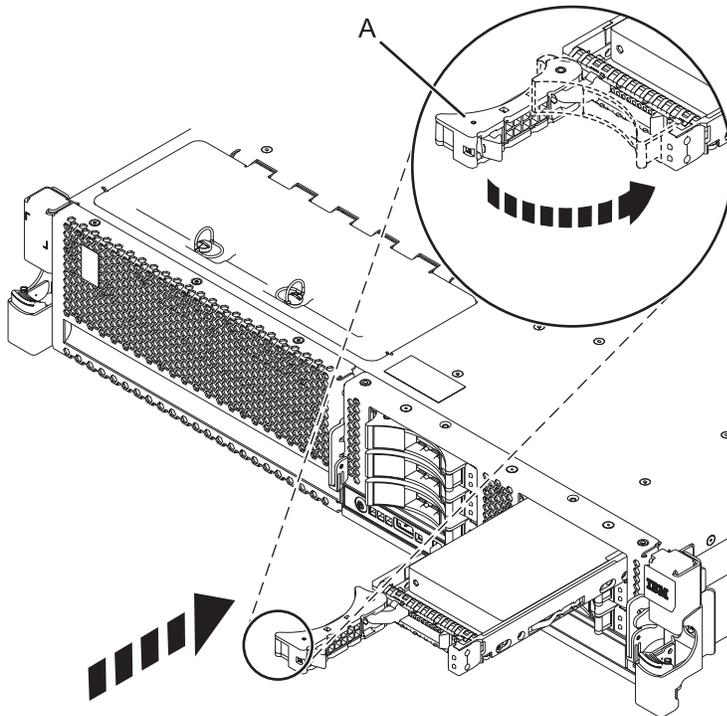

Abbildung 2. Plattenlaufwerk im System installieren
6. Wenn die Kennzeichnungsanzeige blinkt, schieben Sie das Laufwerk ganz in das System oder die Erweiterungseinheit ein und drücken den Griff des Laufwerks (**A**) ein, bis er einrastet (siehe Abb. 2).